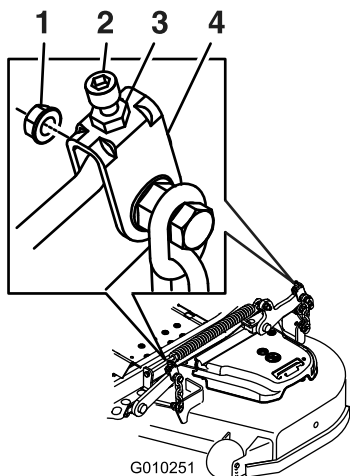

Figura 93
10. Si es necesario, afloje la tuerca "whizlock" del lateral de la horquilla y la contratuerca de la parte superior (Figura 93).
17. Gire el tornillo de ajuste hasta obtener una altura de 8.3 cm (3¼") (Figura 93).